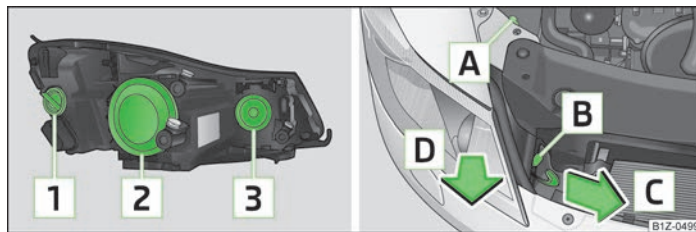

Fig. 160 Faruri față: dispunerea becurilor / demontarea
Prezentare generală a dispunerii becurilor » fig. 160.
- Deșurubați piulița din material sintetic **A** » fig. 160.
- Detașați capacul din cauciuc **Z** » fig. 160 la pagina 194.
- Detașați capacul din cauciuc  » fig. 160 la pagina 194.